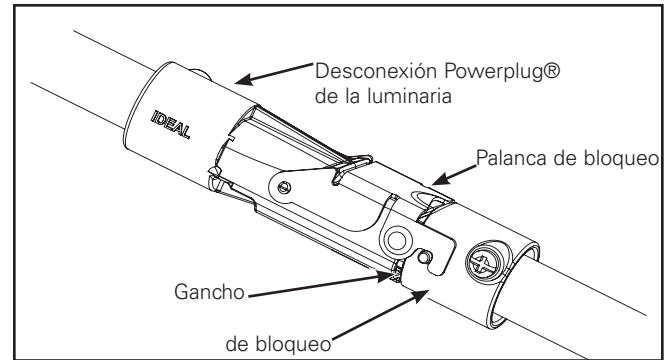

Figura 8.
- La palanca de enganche en la desconexión rápida debe quedar enganchada como se muestra en la imagen (Figura 8.).